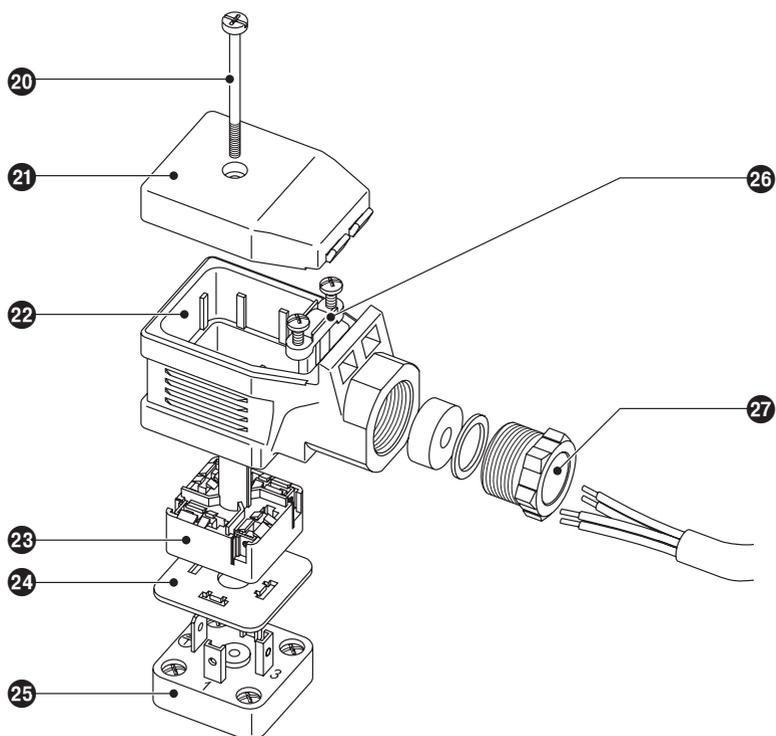

Fig. 7
1. Allentare le vite **20**. **Fig. 7**
1. Allentare la vite 20. Fig. 7